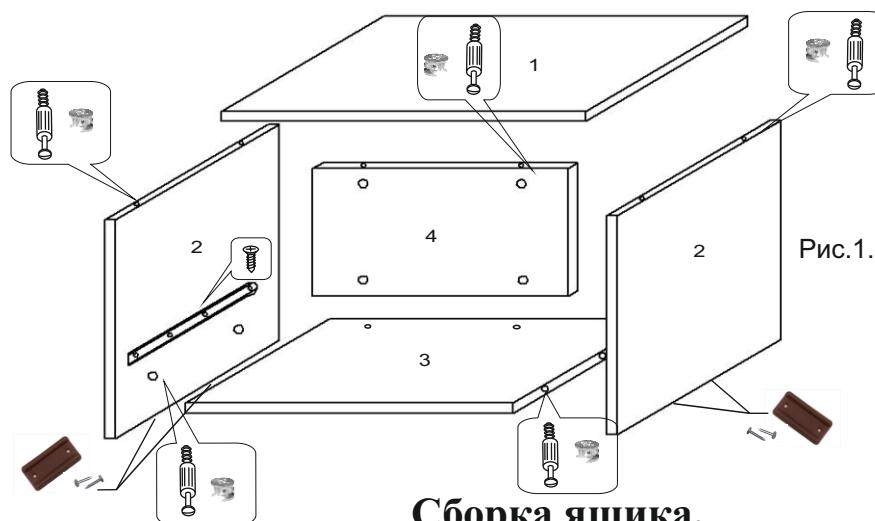

Рис.1. Сборка тумбы
- Перед сборкой необходимо ввернуть винты эксцентриков Ф-3 в отверстия Ø5 с помощью отвертки в дет. 1,2, в отверстия на пласти Ø15 вставить эксцентрики Ф-4 в дет. 2,3,4 (рис. 1). Прибить к нижним торцам боковин (дет. 2) подпятники Ф-12 с помощью гвоздей Ф-9.
- К боковинам (дет. 2) прикрутить направляющие ящиков Ф-10 с помощью саморезов Ф-1 (рис. 1)(см. раздел Установка направляющих)